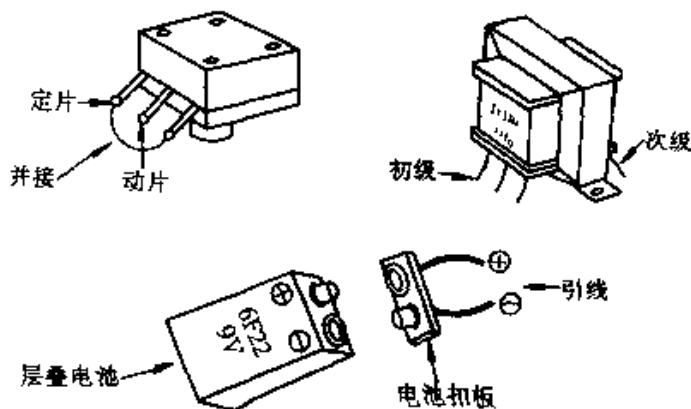

图 4-36
① 可变电容器 C_6 选用 360 pF 单联,也可将小型密封双联的两联定片并联后使用。音频变压器 T 选用晶体管收音机的推挽输入变压器,将原次级(3 条引线)作为初级,原初级(2 条引线)作为次级。为缩小体积,电源采用 9V 层叠电池,电池扣板可从废旧层叠电池中拆出(见图 4-36)。